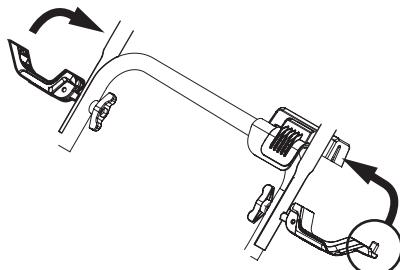

Figure 5
- Relevez les deux leviers de la poignée (déverrouillés à l'ÉTAPE 4) jusqu'à la position verrouillée pour fixer la poignée supérieure en position de fonctionnement (Figure 5).